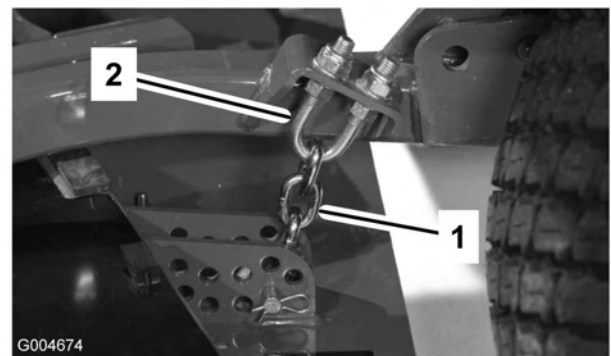

Bild 86
- Lockern Sie die Klemmmuttern an der Ober- oder Unterseite des U-Bügels an der Schnitthöhenkette (Bild 86).